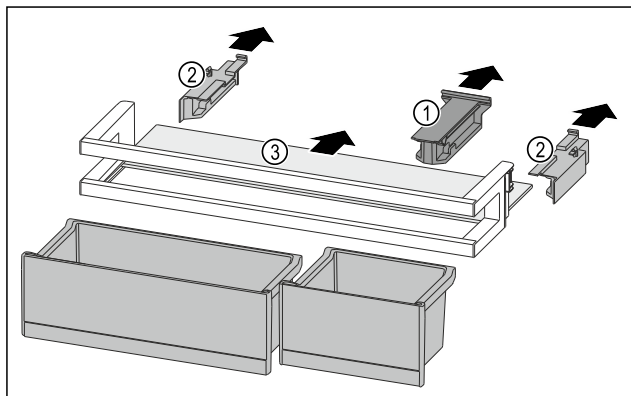

Fig. 115
- Desprindeți piesa de susținere Fig. 115 (1).
- Desprindeți piesele laterale Fig. 115 (2).
- Extrageți raftul Fig. 115 (3).